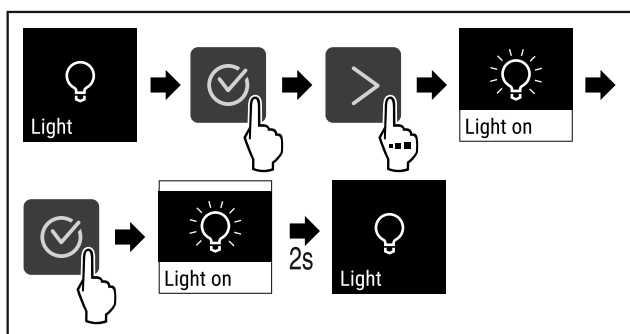

Fig. 69
▶ Vykonať kroky akcie (pozri Fig. 69) .